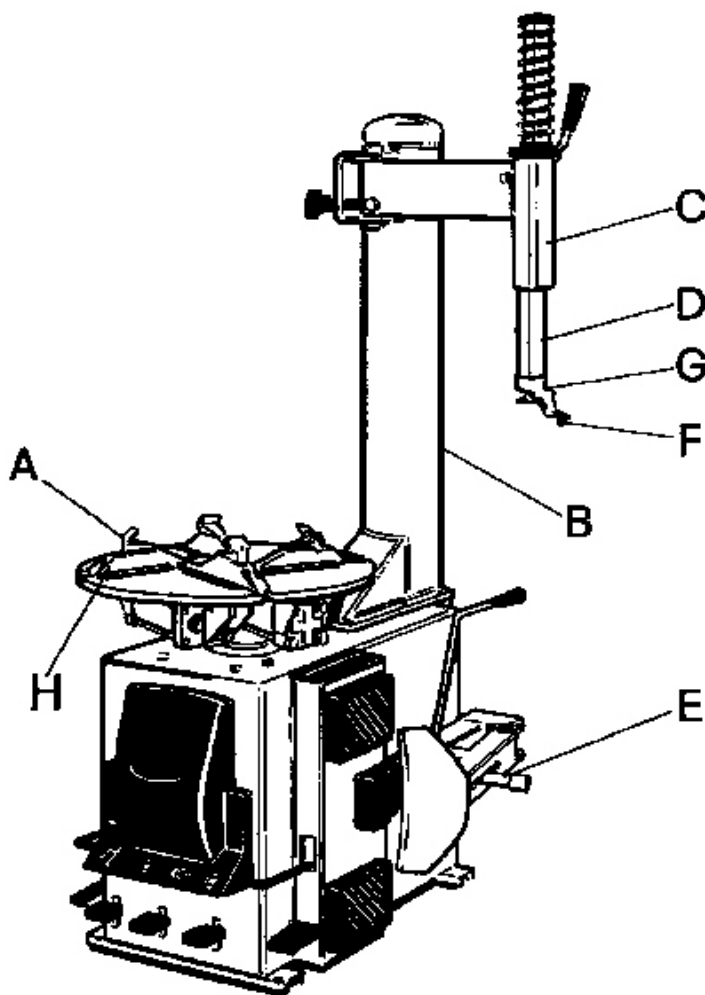

рис.37
**COLIBRI BL512 модификация AS** (рис.37) шиномонтажный станок, спроектированный для работы также и с шинами особого диаметра и ширины. По сравнению с базовой модели прибор снабжен специальным оборудованием, таким как:
**Фиксированная "круглая стойка (А)** (см.рис.37) (В), которая установлена таким образом, чтобы была возможность работать с шинами особого диаметра ( макс. диаметр 1120мм) и ширины.
**Механизм (S) с тремя позициями** (см. рис. 37-Е и рис. 38), который, позволяя более широкое открытие лопаты, дает возможность разбортовки особо широких шин (макс. 400мм).
Выполнять придерживаясь основных инструкций по установке на стр. 8, 9 и 10. Для установки фиксированной круглой стойки (рис.37а) необходимо: